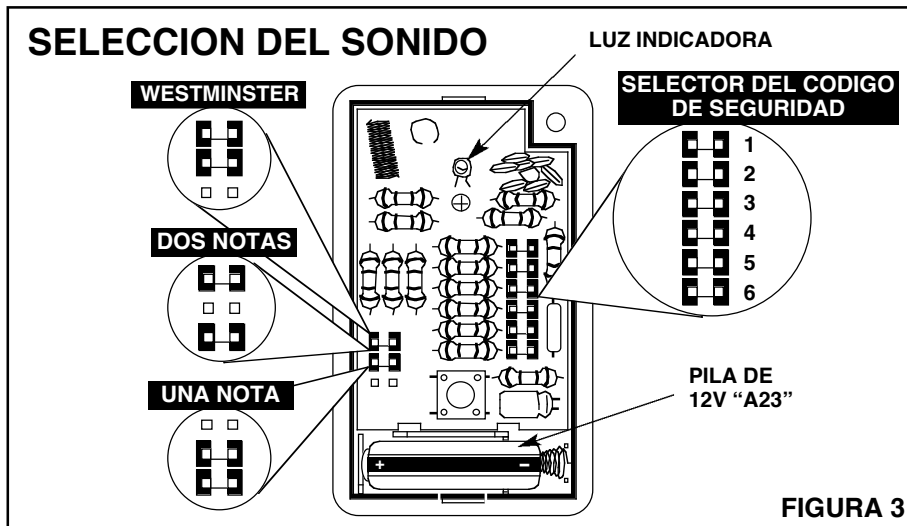

FIGURA 3
Vea la Figura 3.
2. Seleccione el sonido deseado según se muestra en la figura 3.